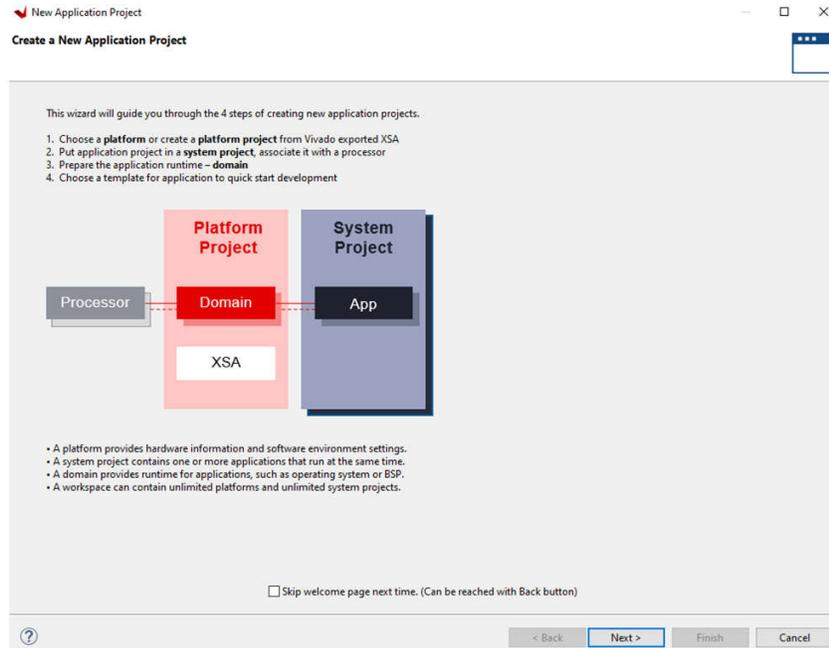

图 7-2. 新应用工程
2. 出现 *New Application Project* 窗口时 (请参阅图 7-2)，点击 *Next*。